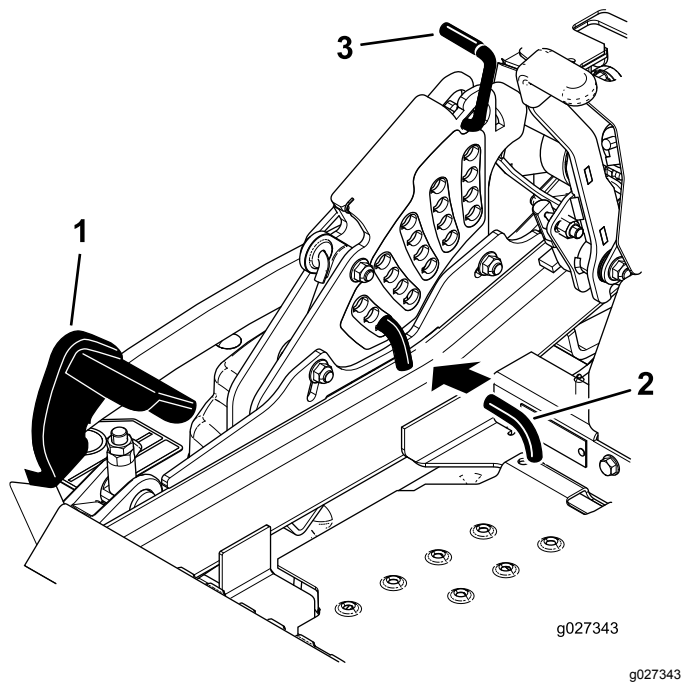

Figure 30
2. Appuyez sur la pédale de commande du plateau de coupe avec le pied et levez le plateau à la position de transport (qui est aussi la position de hauteur de coupe de 140 mm), comme montré à la Figure 30.
3. Pour changer de hauteur de coupe, tournez la goupille de 90 degrés retirez-la du support de hauteur de coupe (Figure 30).
4. Placez la goupille dans le trou du support correspondant à la hauteur de coupe voulue (Figure 30).